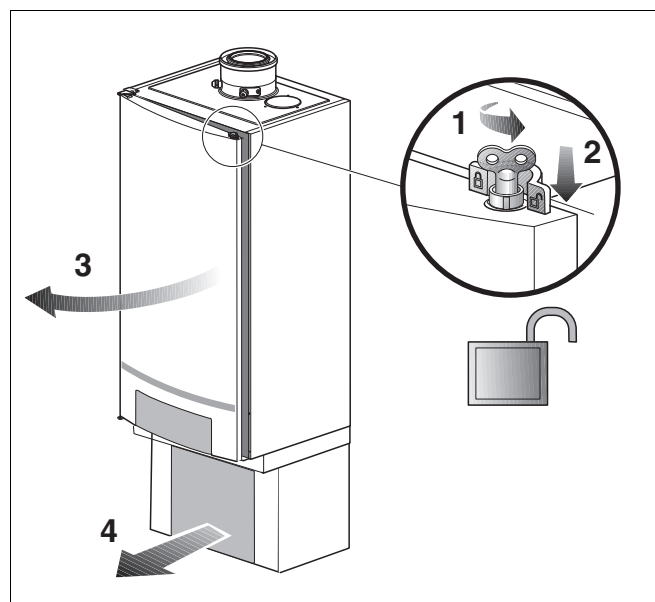

Bild 62 Öppna panndörren
- Vrid panndörrens lås ett kvarts varv med luftningsnycklen (bild 62 – 1).
- Tryck låset nedåt (bild 62 – 2) och öppna panndörren.
- Ta bort skyddet för anslutningsgruppen (bild 62 – 4).